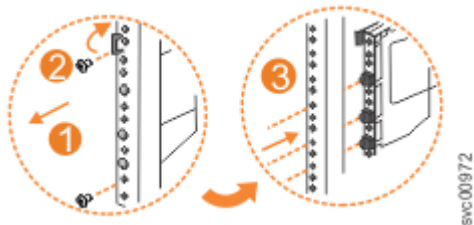

Рисунок 132. Снятие направляющей с передней скобы рамы
1. Открутите два винта, крепящих внешнюю секцию направляющей к передней скобе (см. Рисунок 132 на стр. 117).
2. Отделите секцию направляющей от передней скобы (см. Рисунок 132 на стр. 117).